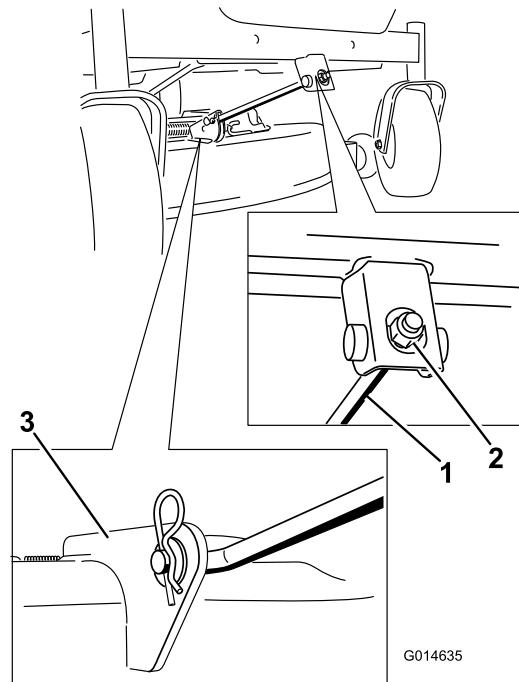

Figura 56
- Retire la chaveta de la varilla de soporte delantera y retire la varilla del soporte de la carcasa (Figura 56). Baje cuidadosamente la parte delantera de la carcasa de corte al suelo.
6. Conecte la varilla de soporte delantera a la carcasa de corte con el pasador y la chaveta (Figura 56).